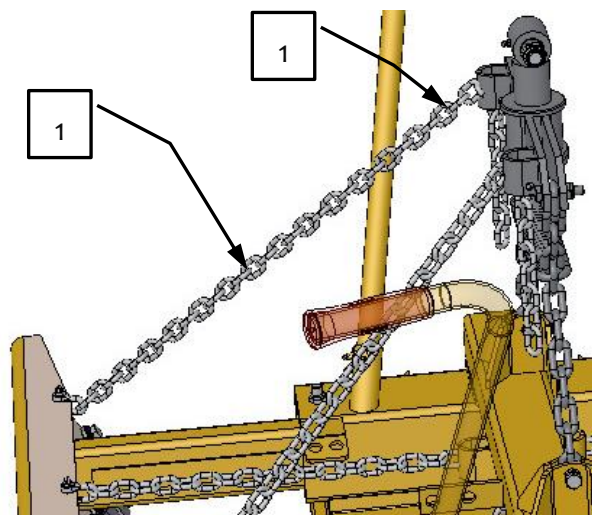

Fig. 14
Sæt begge hældningsvinkelkæder (1) i kædeophængningens øverste ender i den ønskede hældningsposition for HVZ (Fig. 14).